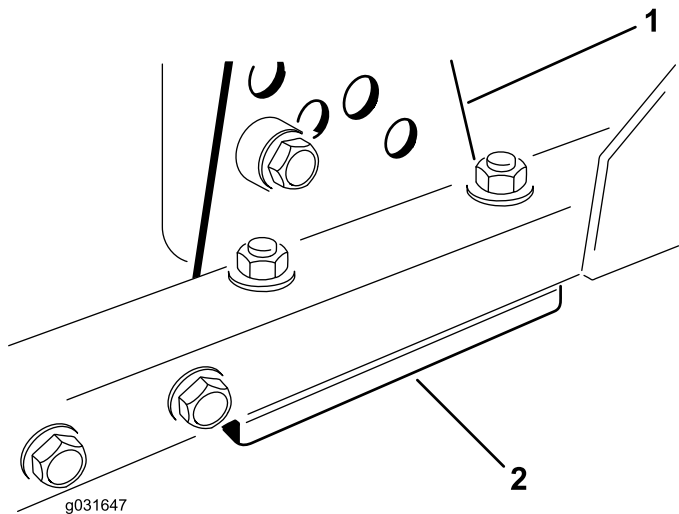

図 72
1. 刈り高ブラケット前、左、右をカッティングユニットのフレームから外す 図 72。
2. カッティングユニットのフレームとブラケットとの間に厚さ 1.5mm または 0.7mm のシム、場合によってはこれらの両方を挿入して、希望する刈高を達成する 図 72。
3. 余ったシムを刈り高ブラケットの下に入れ、刈り高ブラケットをカッティングユニットのフレームに取り付ける **図 72**。